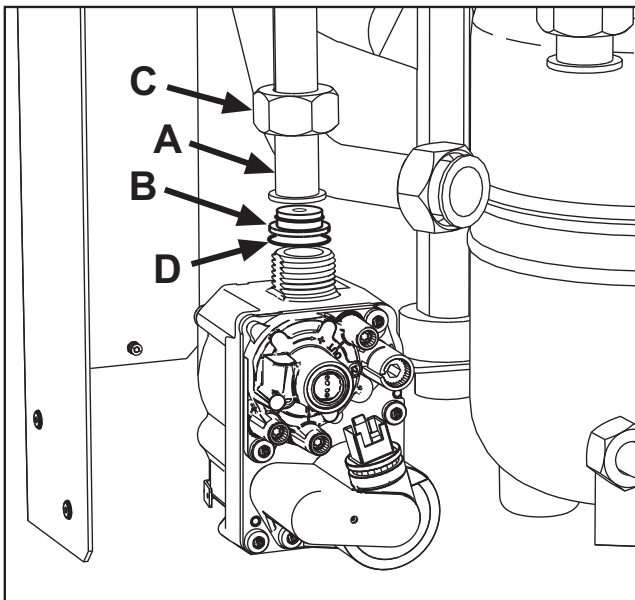

fig. 22
3. Dévisser le papillon **C** et dégager le tuyau du gaz **A** de la soupape gaz (**voir fig. 22**).
4. Remplacer la buse **B** présente dans le tuyau gaz par celle contenue dans le kit de transformation après avoir intercalé le joint **D** (**voir fig. 22**).